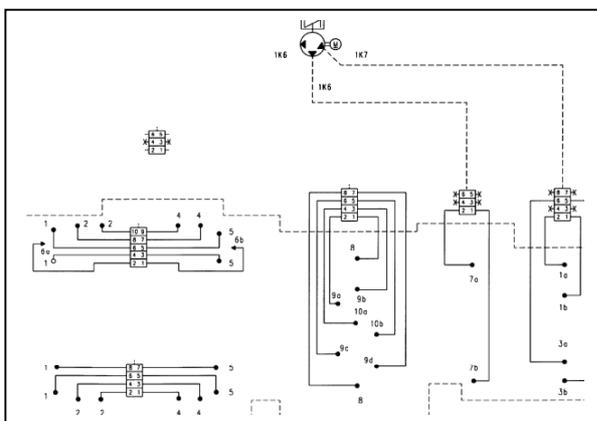

Рис. 39 Определение величины главного SSV
- Проверить потребность в смазке вспомогательных распределителей и при необходимости обеспечить подключение их непосредственно к насосному элементу (рис.39).